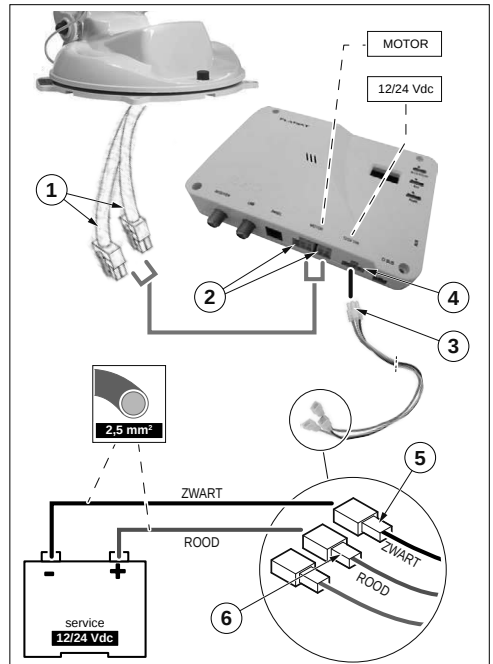

Fig. 4
5. Druk op de SAT knop (7) op de bedieningsunit en wacht totdat de steunarm van de schotel (8) omhoog gaat. Schakel zodra de verticale positie is bereikt de Flat Sat Classic BT uit door de voedingskabel ("Fig. 4" - 3) van de bedieningsunit los te koppelen.
8. Sluit de voedingskabel ("Fig. 4" - 3) weer aan op de bedieningsunit en wacht tot de steunarm weer inklappt.